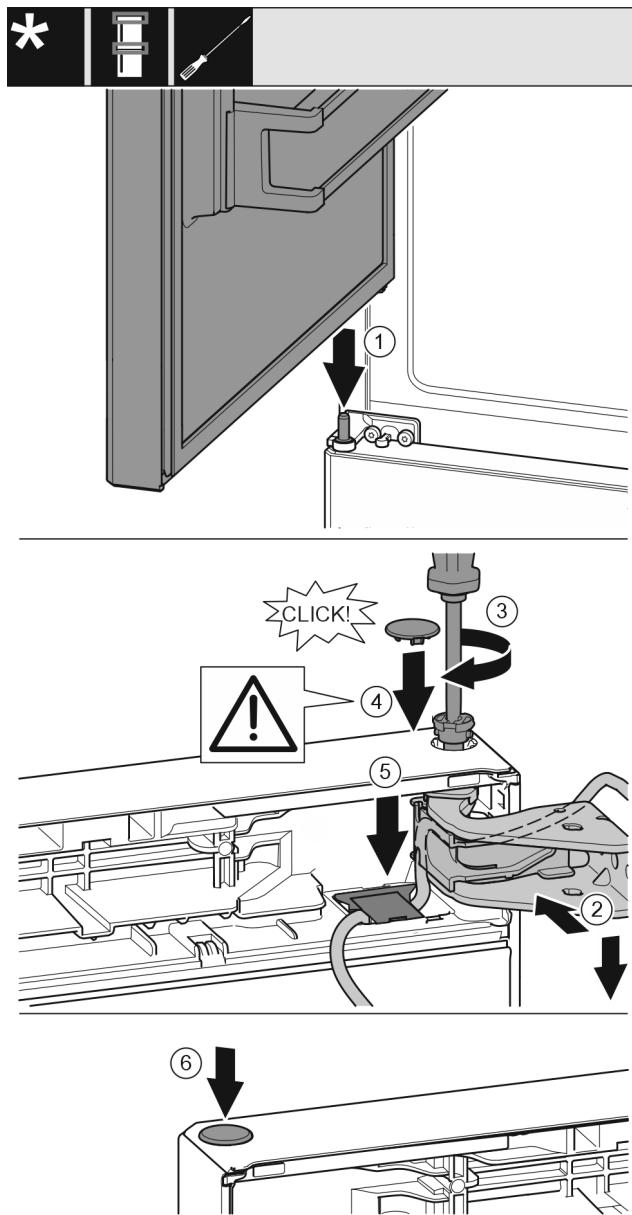

Fig. 42
- ▶ 将冰箱上方门放置在中间轴承螺栓上 Fig. 42 (1)
- ▶ 将门的上方对准托架中的开口。Fig. 42 (2)
- ▶ 放入螺栓并用 T15 螺丝刀拧紧。Fig. 42 (3)
- ▶ 安装冰箱门安全装置的安全盖：放入安全盖并检查其是否紧贴在门上。否则，需将螺栓完全插入。Fig. 42 (4)
- ▶ 重新安装好盖板并向下按压盖板，直到其卡入到位。Fig. 42 (5)
- ▶ 放上堵头。Fig. 42 (6)